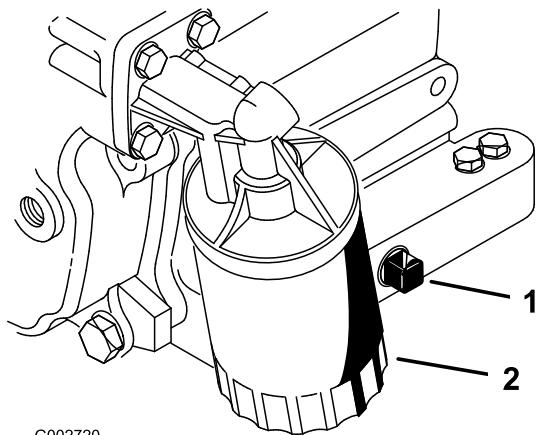

Figura 25
- Togliete il tappo di spurgo (Figura 25) e lasciate defluire l'olio in una bacinetta. Quando l'olio cessa di defluire, rimontate il tappo.
- Togliete il filtro dell'olio (Figura 25).